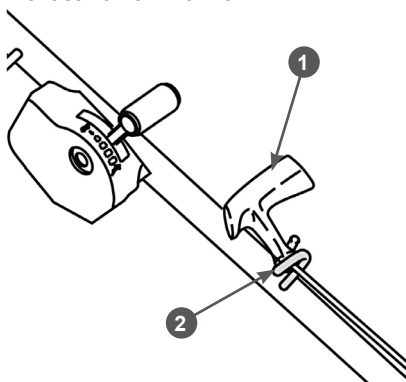

Рис. 10 Крепление ручки стартера на рукоятке
9. Закрепите ручку стартера на кронштейне 3 (Рис. 2). Для этого нажмите рычаг 4 остановки двигателя (Рис. 2) и медленно потяните за ручку стартера, чтобы вытянуть шнур из корпуса стартера на требуемую длину. Затем пропустите шнур стартера через витки кронштейна и отпустите ручку стартера. Ручка стартера должна зафиксироваться на кронштейне, как показано на Рис. 10.